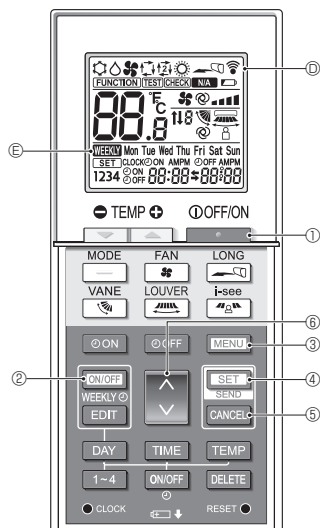
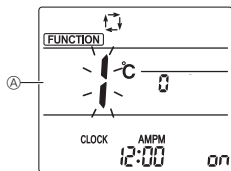
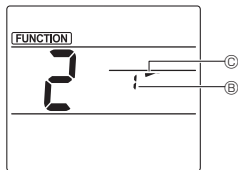
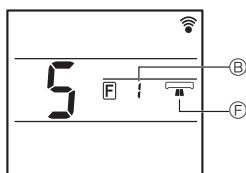

Fig. 5-1
Fig. 5-2
Fig. 5-3
Fig. 5-4
<Переключение в специальный режим работы> (Fig. 5-1, Fig. 5-2)
<Передача настроек> (Fig. 5-1)
(Fig. 5-1, Fig. 5-2)
- 1. В режиме отображения экрана работы функции нажмите кнопку [MENU] ③ или [CANCEL] ⑤.
- Отобразится экран настройки Function (Функция) и будет мигать числовое значение функции ①.
- 2. Нажмите кнопку [MENU] ③.
5.1. Настройка неизменного направления воздушного потока (Fig. 5-1, Fig. 5-3, Fig. 5-4)